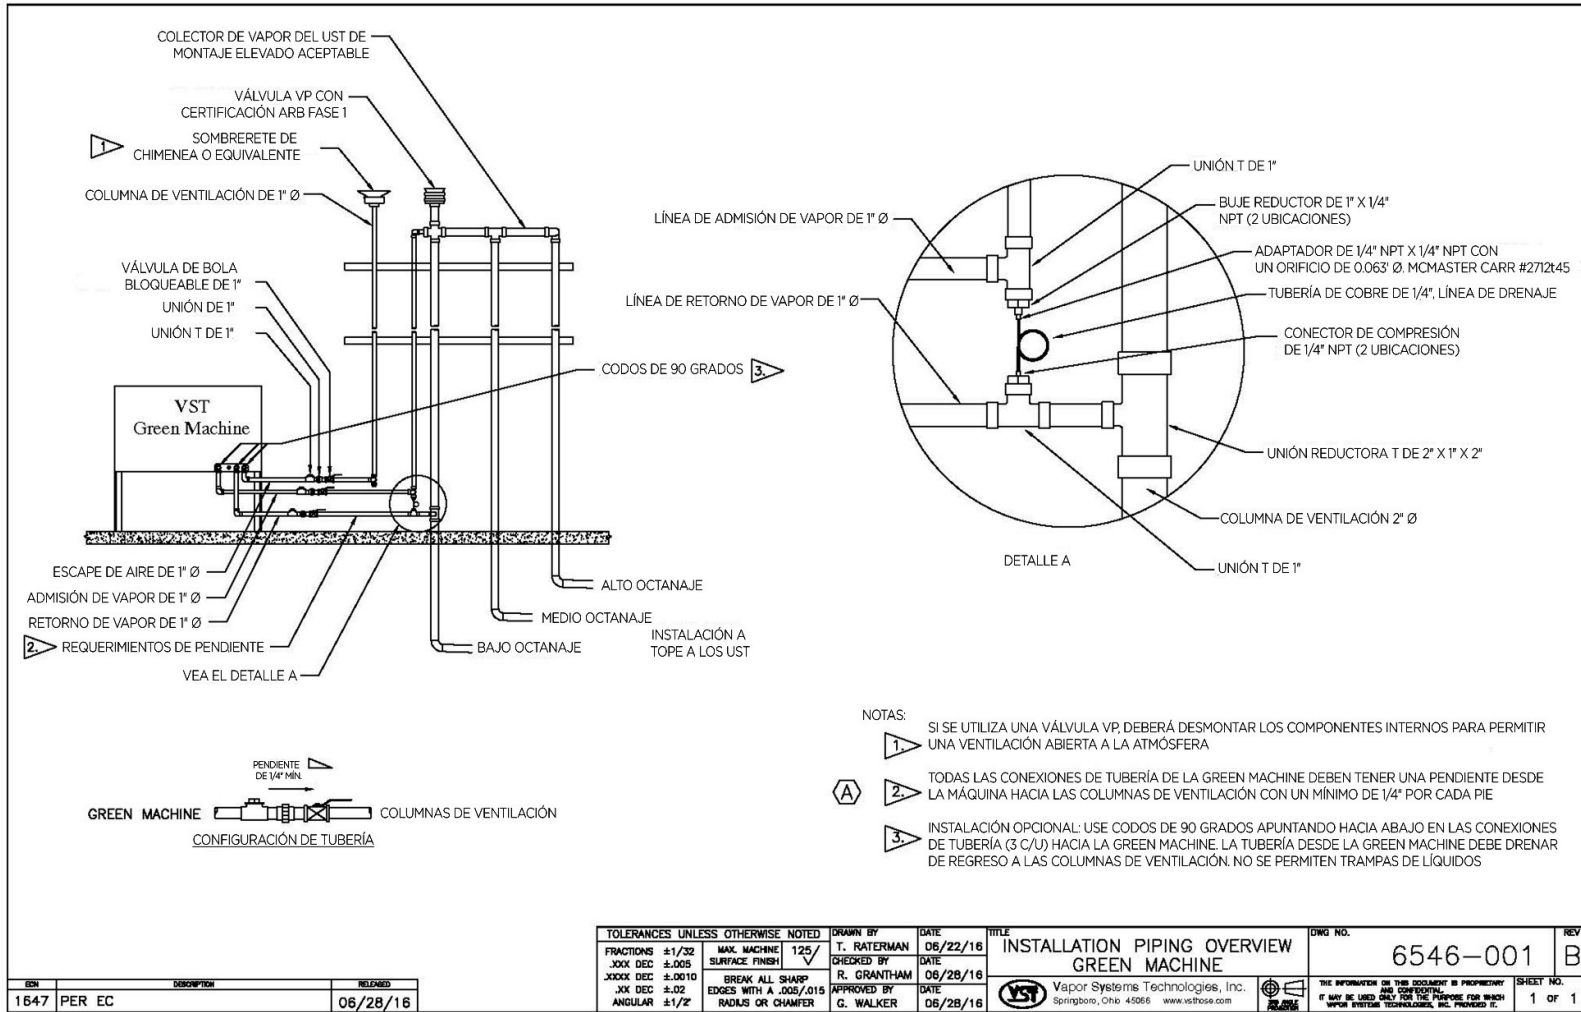

Figura 6-2: Descripción de las tuberías de vapor
3.	Cierre las tres (3) válvulas de bola que se encuentran entre la GREEN MACHINE y las columnas de ventilación. Referencia a la Figura 6-2.
4.	Retire las tapas de las tres conexiones en T. Referencia a la Figura 6-2.